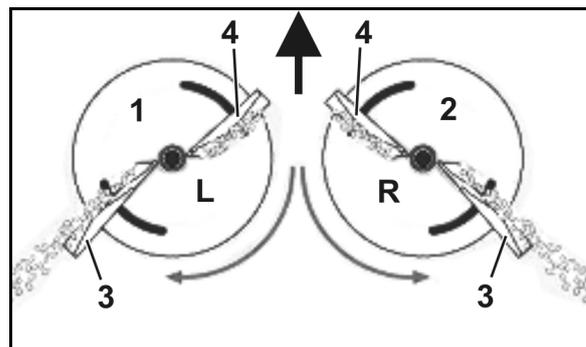

Fig. 19
- disque d'épandage gauche (Fig. 19/1) avec marquage **L**.
- disque d'épandage droit (Fig. 19/2) avec marquage **R**.
- longue (Fig. 19/3) - échelle de réglage, valeurs de 35 à 55.
- courte (Fig. 19/4) - échelle de réglage, valeurs de 5 à 28.